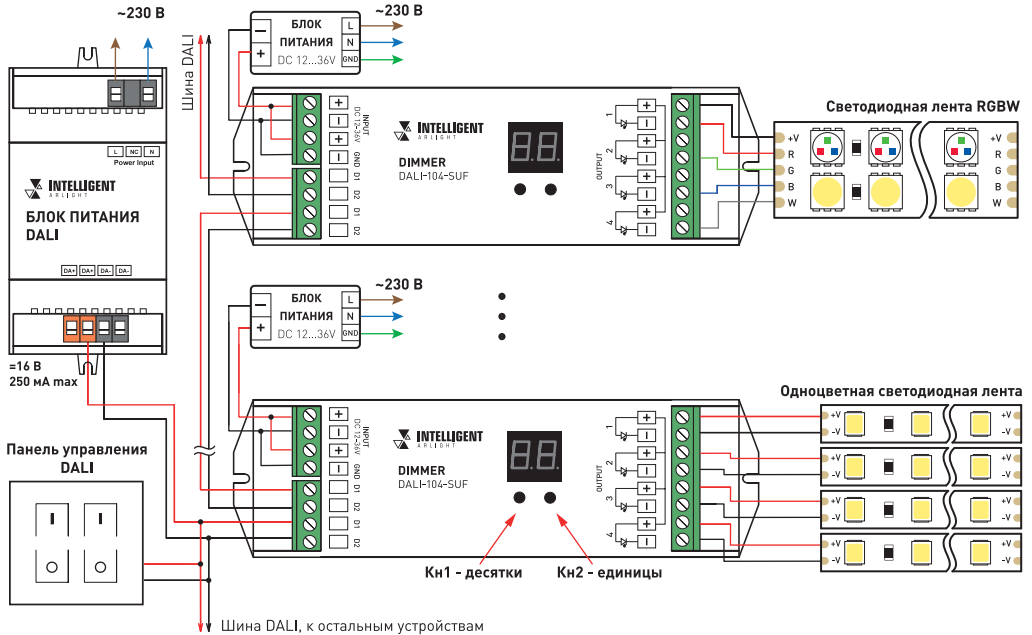

Рисунок 1. Схема подключения диммера для использования с одноцветной и RGBW-лентой.
- 3.3. Подключите светодиодную ленту или другой совместимый светодиодный источник света к выходу SEC диммера, соблюдая полярность и порядок подключения проводов (Рис. 1).